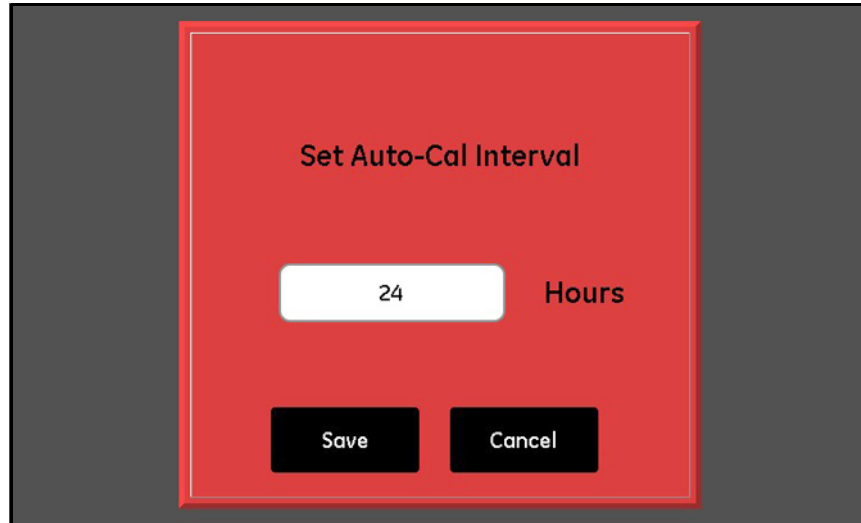

Figure 57: Écran Régler intervalle étal. auto
1. À l'écran *Configuration sonde*, touchez **Config étal. auto** pour accéder à l'écran *Régler intervalle étal. auto* pour la cellule souhaitée (voir *Figure 57* ci-dessous).